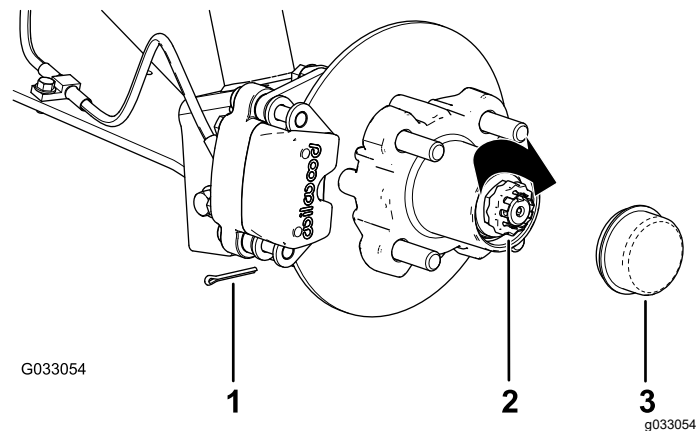

图 28
8. 将卡环安装到螺母上检查卡环内的槽与主轴上开口销孔的对齐情况图 28。
9. 安装开口销并扳弯卡环周边的各个腿图 28。
10. 将防尘盖安装到轮毂上图 28。